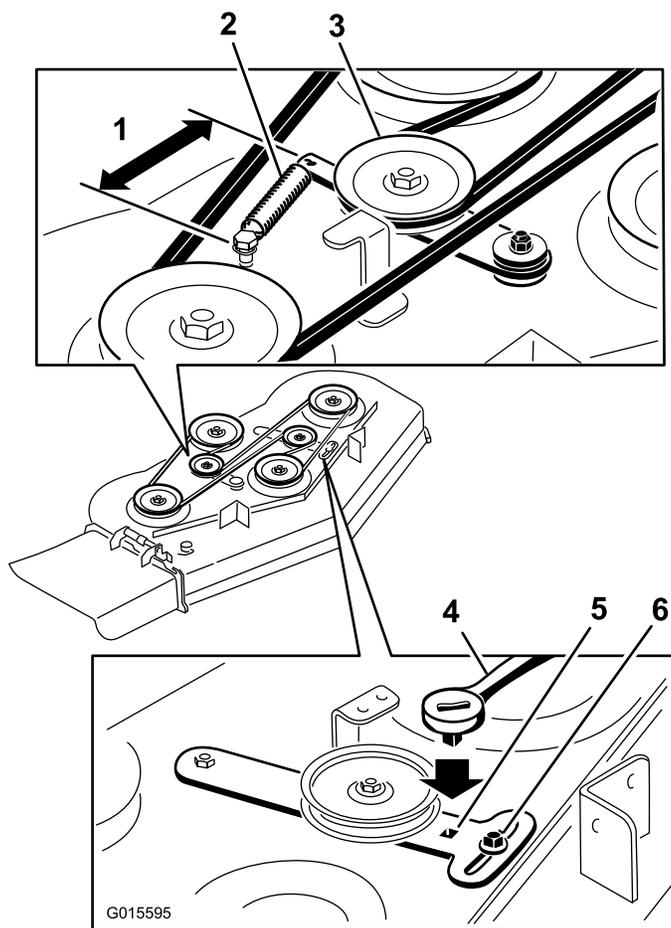
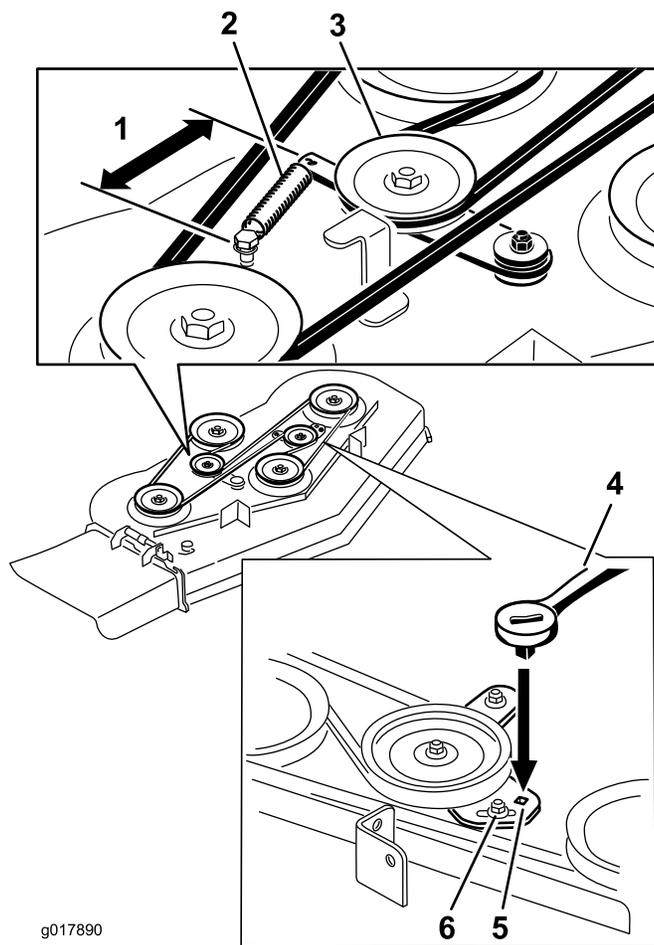

Bild 66
Bild 67
4. Lösen Sie die Mutter, um die vordere Spannscheibe zu lösen (Bild 66 und Bild 67).
5. Nehmen Sie den verschlissenen Mähwerkriemen ab (Bild 66 und Bild 67).
6. Verlegen Sie einen neuen Mähwerkriemen um die Riemenscheiben des Mähwerks und der Kupplung (Bild 66 und Bild 67).
7. Stecken Sie eine Ratsche in den Spannarm und ziehen Sie die Spannscheibe fest, bis die Feder zwischen den Haken 16,5 cm gedehnt ist (Bild 66 und Bild 67).
8. Ziehen Sie die Mutter an, um die vordere Spannscheibe anzuziehen (Bild 66 und Bild 67).